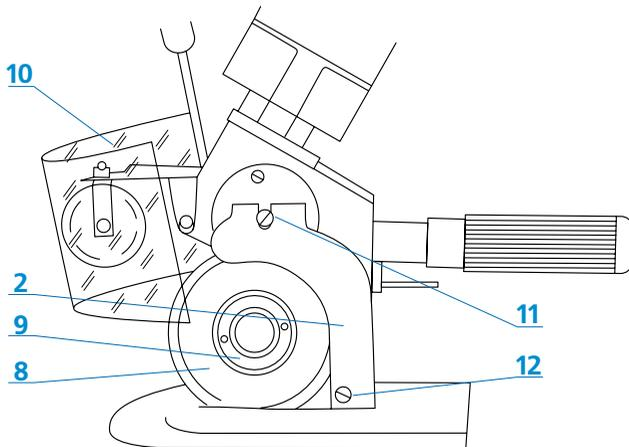

Рис. 4
Для того, чтобы разобрать нож (рис.4) нужно поднять переднюю защиту (10) вверх, освободить винт (11), открутить винт (12) и снять защиту ножа (2).